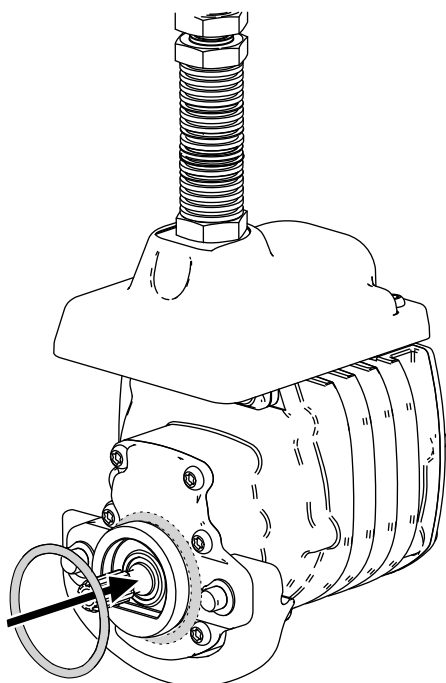

Figura 8
3. Instale um anel de retenção em cada motor do cilindro como se mostra na Figura 8.